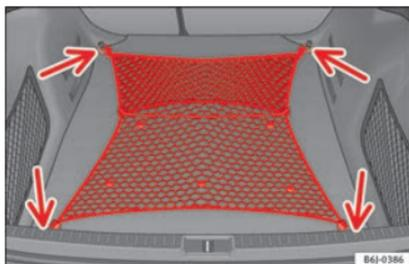

Fig. 119 Rete fermacarico distesa.
– Agganciare la rete fermacarico ai quattro occhielli di ancoraggio » fig. 119 (frece).